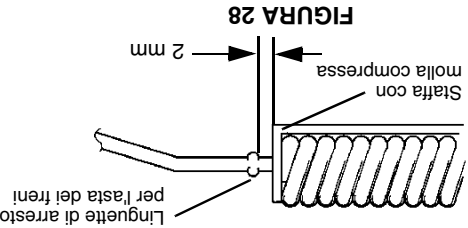

FIGURA 28
- Fare riferimento alla figura 28. Misurare la distanza tra le linguette di arresto dell'asta dei freni (situata al di sotto del poggiatepiedi sul lato sinistro della trasmissione). La distanza deve essere di 2 - 10 mm.